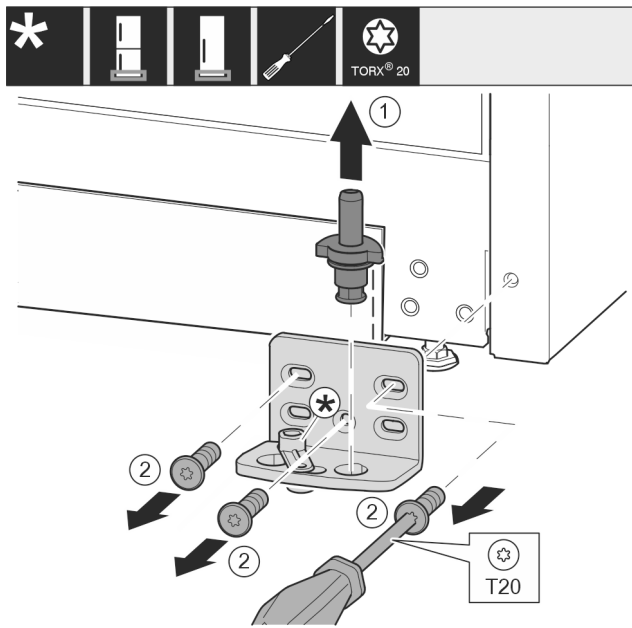

Fig. 27
- ▶ 将轴承螺栓 Fig. 27 (1)完全向上拉出。
- ▶ 将螺钉 Fig. 27 (2)用螺丝刀旋开并取下托架。